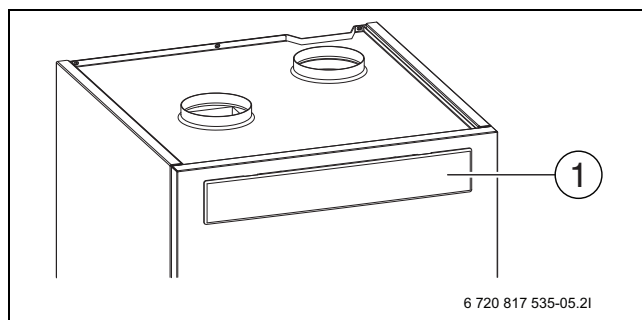

Bild 7
- Ta bort filterlocket (→ Bild 7) och dra ut filtret.